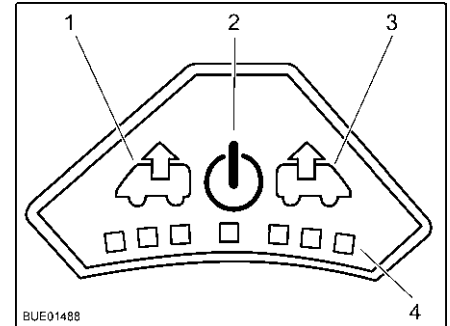

Fig. 95 Quadro comandi del ventilatore
**Accensione:** ■ Premere il tasto On/Off (Fig. 95,2). Il ventilatore funziona in modalità comfort (sfiato al numero di giri minimi del ventilatore).
**Sfiato:** ■ Per aumentare il numero di giri del ventilatore: Premere il tasto Sfiato (Fig. 95,1). Il numero di giri del ventilatore aumenta di uno stadio in direzione sfiato. I LED (Fig. 95,4) indicano gli stadi di commutazione.
■ Per ridurre il numero di giri del ventilatore: Premere il tasto Aerazione (Fig. 95,3). Il numero di giri del ventilatore si riduce di uno stadio.
**Aerazione:** ■ Per aumentare il numero di giri del ventilatore: Premere il tasto Aerazione (Fig. 95,3). Il numero di giri del ventilatore aumenta di uno stadio in direzione aerazione. I LED (Fig. 95,4) indicano gli stadi di commutazione.
■ Per ridurre il numero di giri del ventilatore: Premere il tasto Sfiato (Fig. 95,1). Il numero di giri del ventilatore si riduce di uno stadio.
- Premere il tasto On/Off (Fig. 95,2). Il ventilatore si ferma, i LED si spengono.